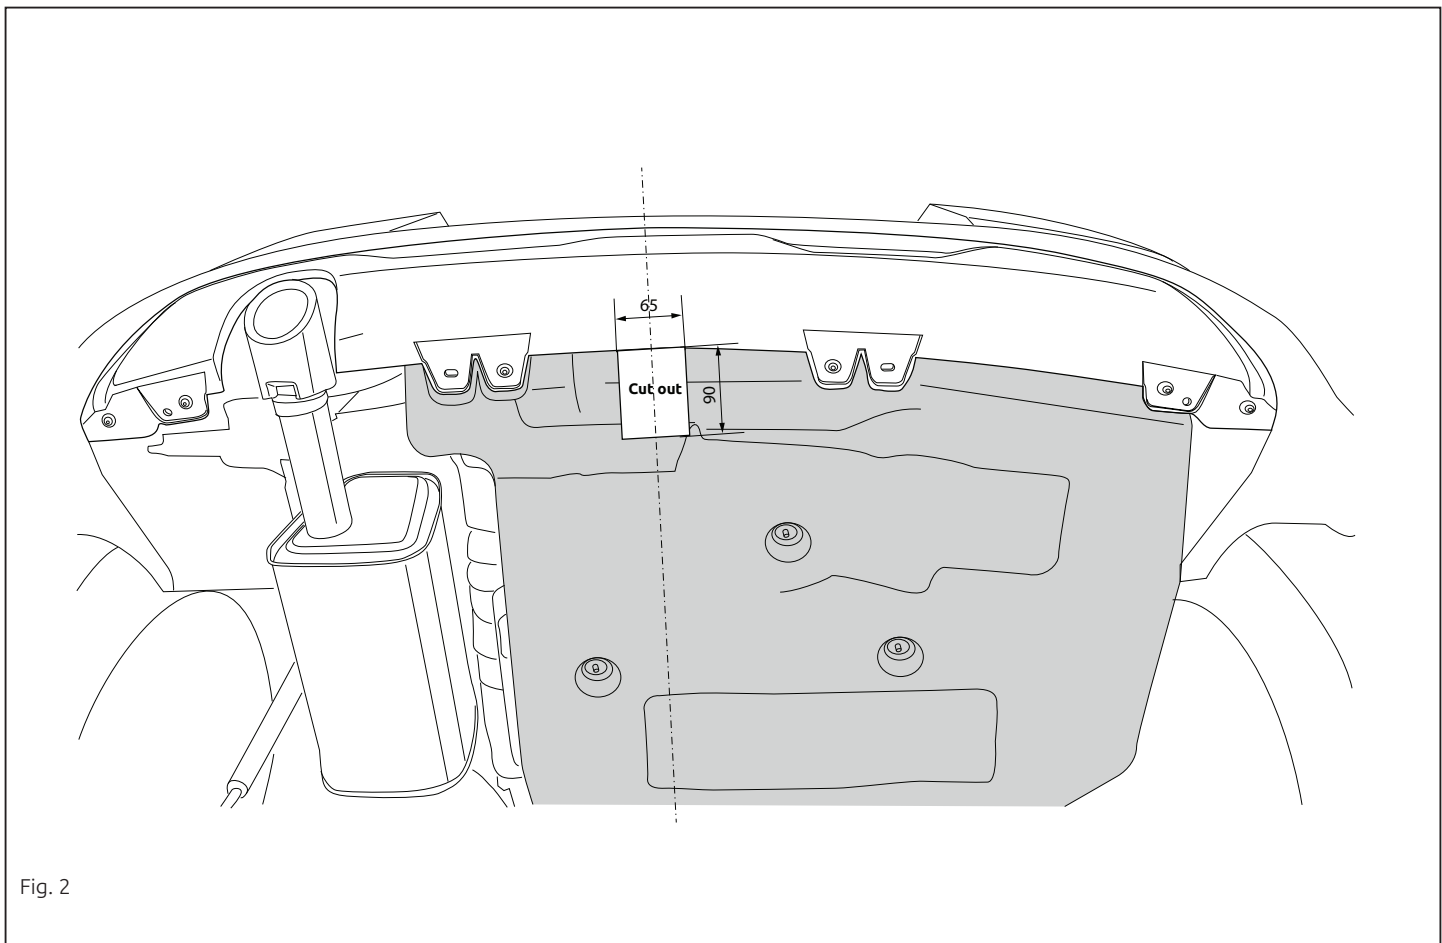

Fig. 2
8. Выпилить часть из закрывающей пластины, как указано на рис. 2.